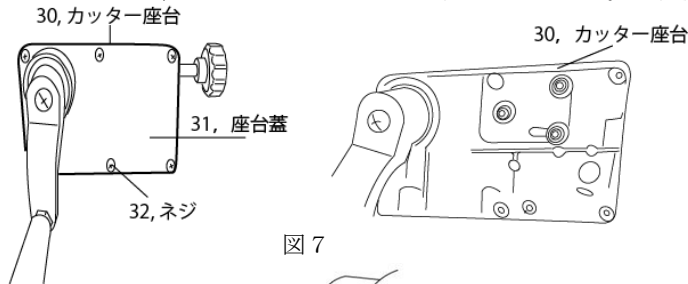

図7
- ①図7を参考に31, 座台蓋についている32, ネジ6本を取り外し、31, 座台蓋を取り外してください。